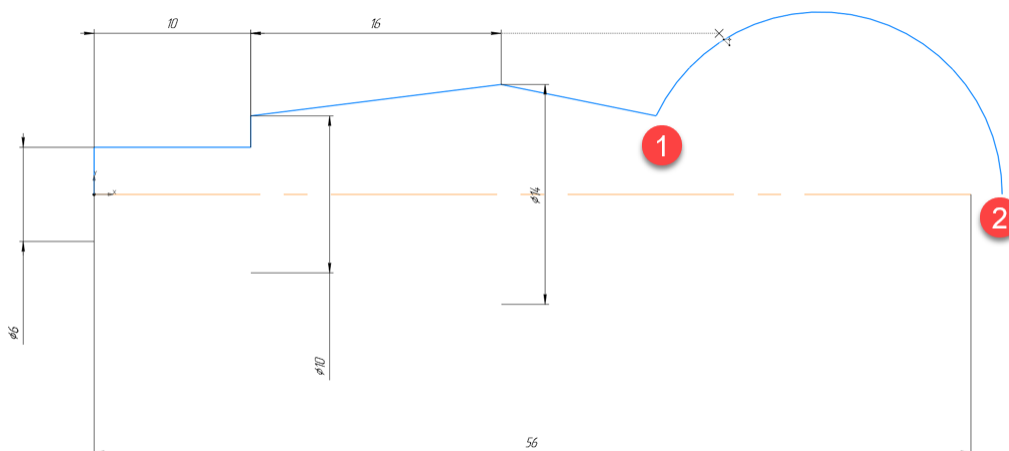

Рис. 58. Построение дуги
Следующую точку (рис. 58) совместите с концом последнего отрезка (1). Последнюю точку разместите справа произвольно (2).